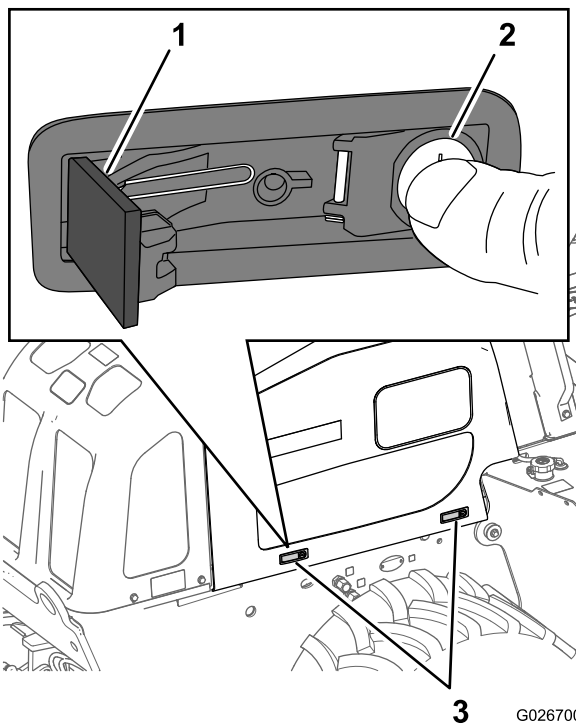

Bild 60
3. Drücken Sie den Tastenteil jedes Riegels nach unten – der Teil des Riegels inkl. des Schlosszylinders (Bild 60).
4. Drücken Sie die Hebelklinke nach innen, um den Riegel einzurasten (Bild 60).